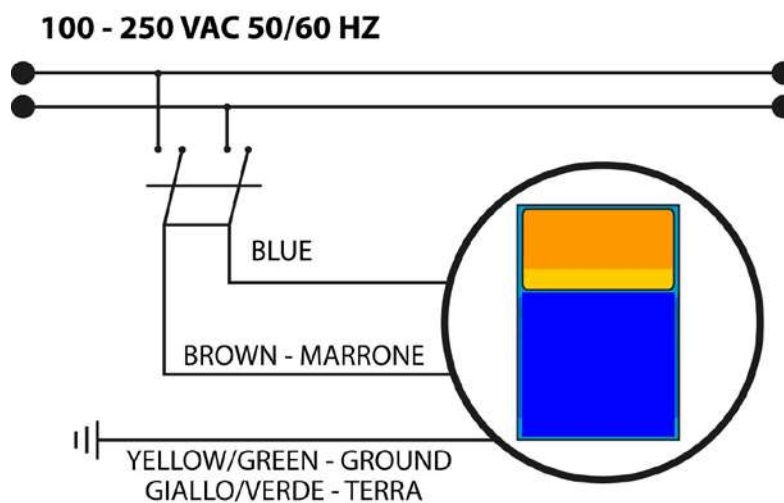

Fig. 2 – Collegamento elettrico
- Assicurarsi che la stessa sia disattivata elettricamente (entrambe le polarità) staccando i conduttori dai punti di contatto della rete attraverso l'apertura di un interruttore omnipolare con distanza minima tra i contatti di mm 3 (Fig.2).
Rispettare le norme in vigore nei diversi paesi per quanto riguarda l'installazione elettrica. Se il cavo di alimentazione è privo di spina elettrica, l'apparecchiatura deve essere collegata alla rete di alimentazione tramite un interruttore onnipolare sezionatore avente una distanza minima tra i contatti di mm. 3. **Prima di accedere ai dispositivi di collegamento, tutti i circuiti di alimentazione devono essere interrotti (Fig. 2).**